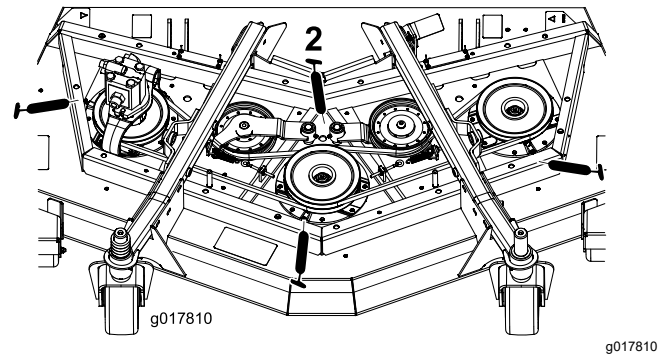

Figura 78
- Cojinetes de eje (3) (situados debajo de la polea) (Figura 78)
- Casquillos del pivote del brazo tensor (2) (Figura 78)